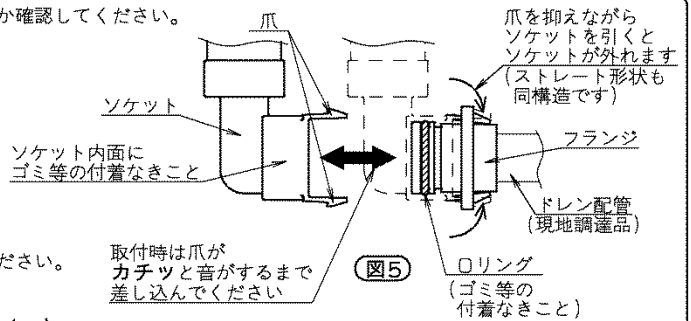

図5
② 排水確認
(4) ドレン配管施工完了後、ドレン水がスムーズに流れるか確認してください。
- ・①ドレンホースはソケットが取外し可能となっております。ソケットを取り外すと容易に排水確認ができます。
- ・ソケット取外しの際は、爪を抑えながら引き抜くと取り外すことができます。(図5参照)